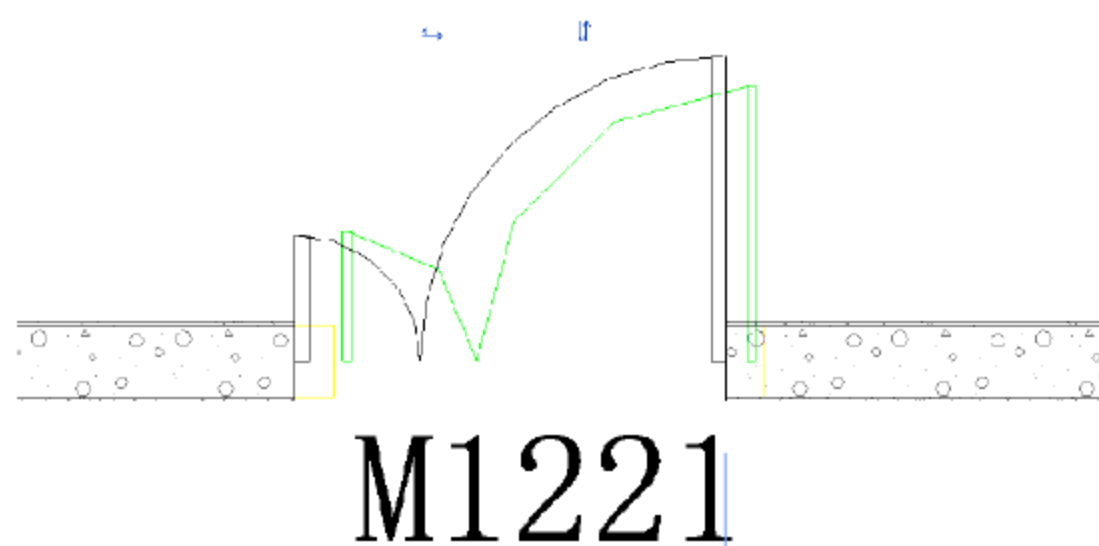
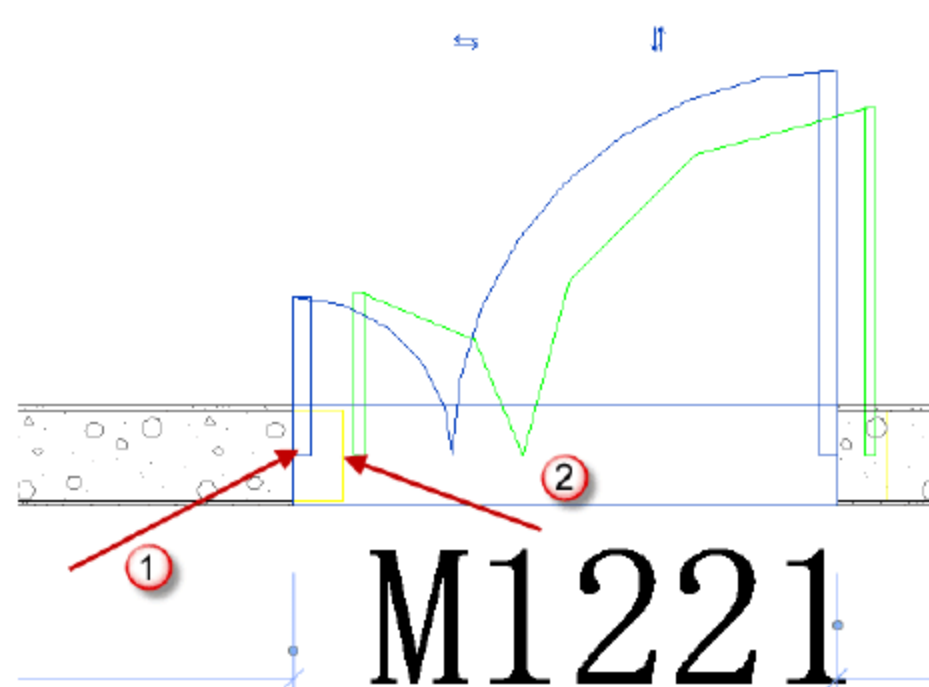
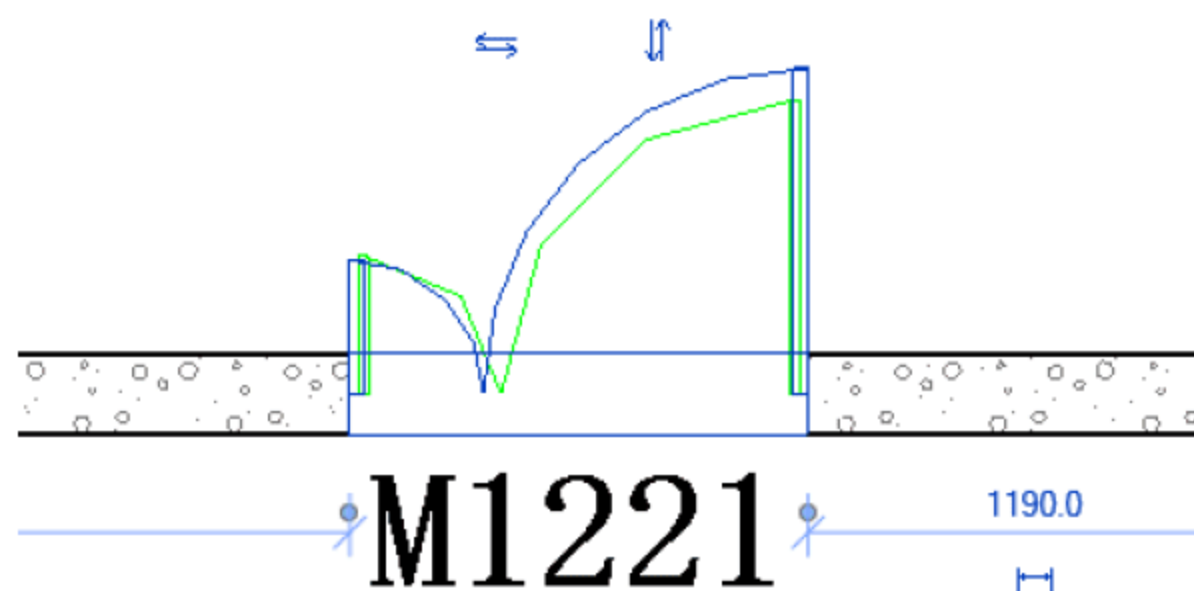

图 10.4.24 插入“M1221”门族
图 10.4.25 移动“M1221”族
图 10.4.26 完成“M1221”门族的插入
(8) 插入“M1221”子母门族。选择“建筑”→“门”命令（或者按快捷键 D+R），在相应的地方插入族，如图 10.4.24 所示。移动“M1221”族，先选择已经插入的门族，按快捷键 M+V，移动“M1221”，将“1”点移动到“2”点对齐，如图 10.4.25 所示。移动完成后如图 10.4.26 所示。然后插入其他的“M1221”族，可以按上述步骤直接插入，也可以进行复制插入，这里不再赘述。